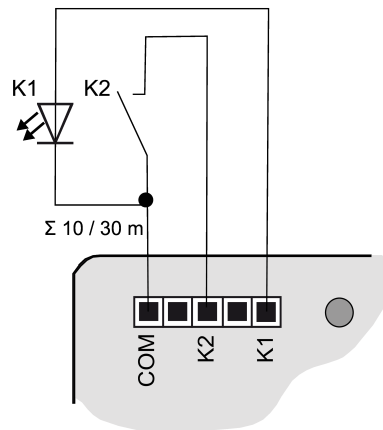
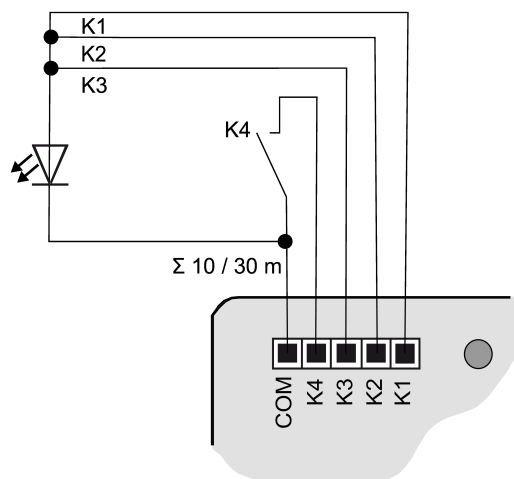

Figura 3: Ejemplo de conexión de interfaz de pulsadores doble
Figura 6: Ejemplo de conexión con salidas conectadas en paralelo
- Conectar pulsadores, interruptores, contactos, LED o NTC siguiendo los ejemplos de conexión con los cables de conexión adjuntos (4) (véase figura 3) a (véase figura 6). Los ejemplos de conexión muestran el uso con entradas y salidas.
- i** Para incrementar la corriente de salida también pueden conectarse en paralelo salidas con la misma parametrización, en el ejemplo (véase figura 6) K1-K3 aquí están conectadas en paralelo.